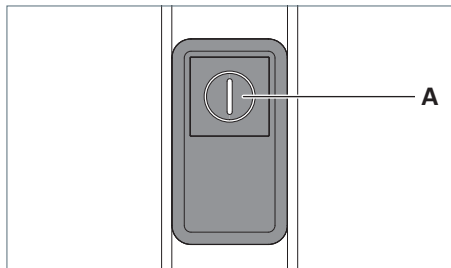

Fig. 19: Bedienelement.
- ▶ Drücken Sie die Taste **A** sieben Mal schnell hintereinander, siehe Fig. 19.
- ▶ Drücken Sie die Taste **A**, siehe Fig. 19. oder
- ▶ Drücken Sie die Taste **A** und halten Sie diese Taste gedrückt, siehe Fig. 19. oder